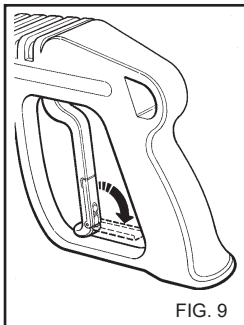

FIG. 9
**Les éventuelles impuretés pourraient obstruer la buse et empêcher son fonctionnement (fig. 9).**
- Quand le nettoyeur haute pression n'est pas utilisé, fermer le dispositif de sécurité de la poignée.(fig. 9).